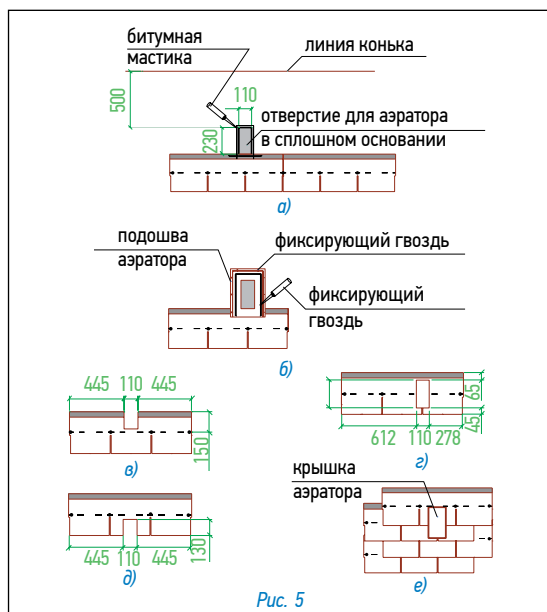

Рис. 5
Установка аэратора (рис. 5)
- В сплошном основании кровли прорезается отверстие 11×23 см, расположенное согласно рис. 5а;
- корпус аэратора устанавливается поверх отверстия и фиксируется гвоздями из нержавеющей стали; по верхней и боковым сторонам подошвы корпуса также наносится битумная мастика (рис. 5б);
- при укладке последующих трех рядов черепицы подошва аэратора закрывается листами с соответствующими прорезями (рис. 5е);